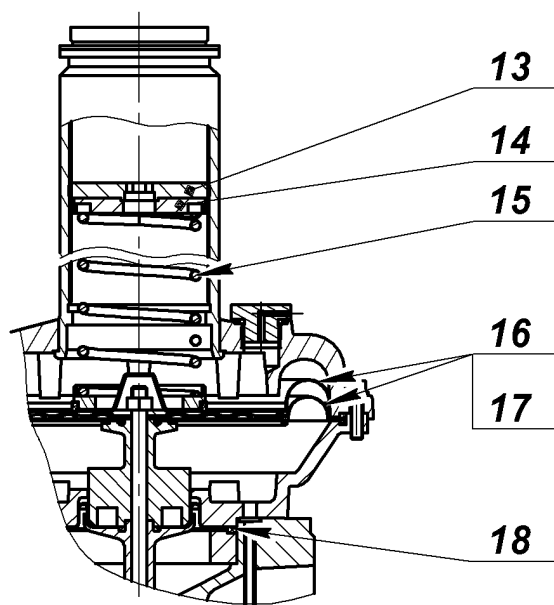

Рис. 5
4.5 Настройка выходного давления регулятора давления (рис. 5).
Дополнительно на рис. 5 показаны: мембрана предохранительная 16, мембрана рабочая 17 и мембрана компенсирующая 18.